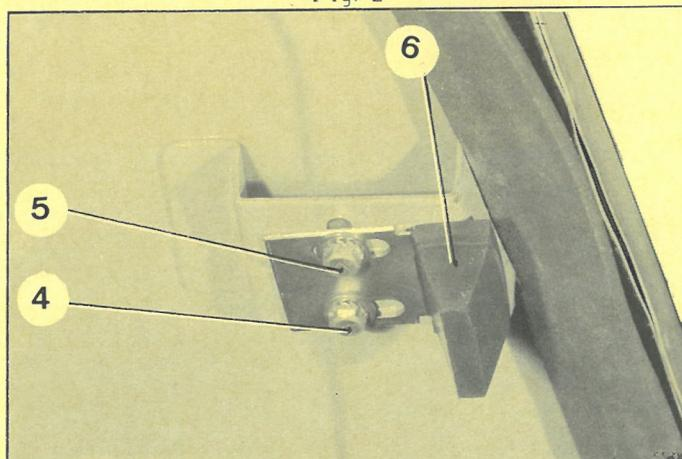
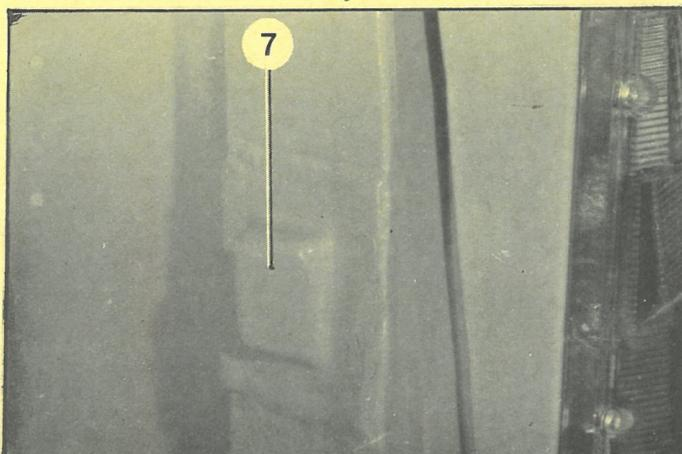

Fig. 3
Fig. 4
4. Desserrer les vis (4) et (5) (fig. 3)
Déplacer les butées caoutchouc (6) (fig. 3) vers l'extérieur afin de mettre en légère contrainte la porte de hayon AR sur les butées fixes (7) (fig. 4) des montants de coffre.